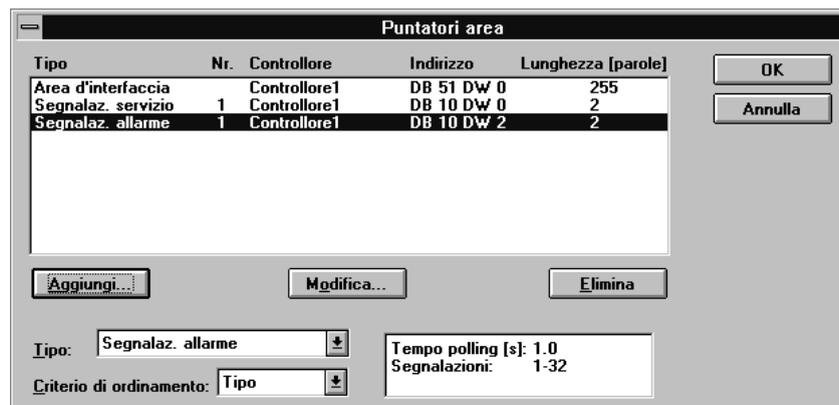

Figura 8-6 Box di dialogo *Puntatori area*
1. Scegliere il punto di menù *Apparecchiatura* → *Puntatori area*, per creare l'area delle segnalazioni di allarme. Il box di dialogo *Puntatori area* verrà aperto (figura 8-6).